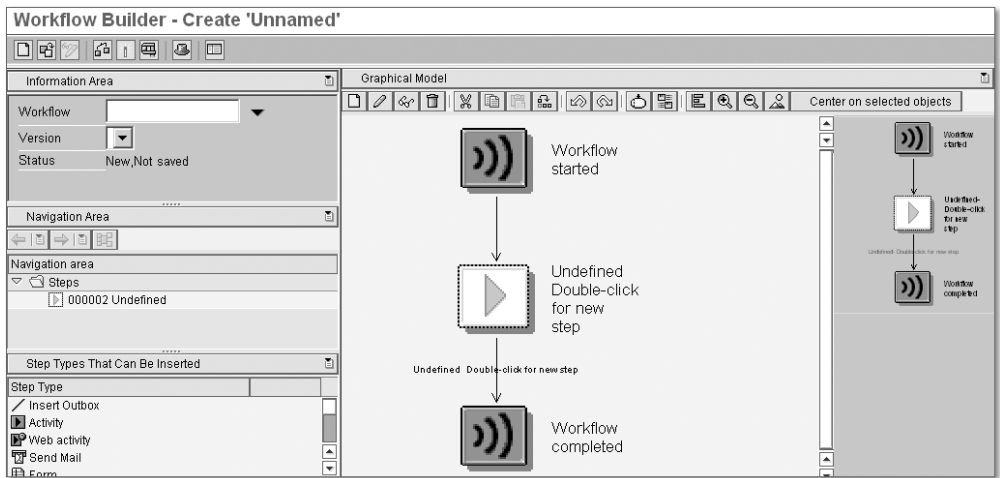

Abbildung 8.5 Initialer Workflow
Wenn Sie den Workflow Builder erstmalig aufrufen oder einen neuen Workflow anlegen möchten, wird eine neu angelegte initiale Workflow-Definition angezeigt (siehe Abbildung 8.5).
2. Wenn kein mit Abbildung 8.5 vergleichbarer initialer Workflow angezeigt wird, wählen Sie WORKFLOW • NEU, oder klicken Sie auf das Icon NEUEN WORKFLOW ANLEGEN ().